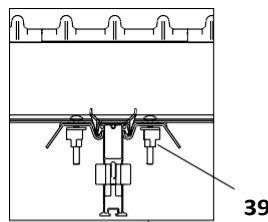

Fig. A9.04a
6. Поставете допълн. обезопасители SAO (39) от двете страни до дъното на надлъжните трегери. Натиснете предварително закрепените обезопасители навътре към долните надл. трегери. (Fig. A9.04a)